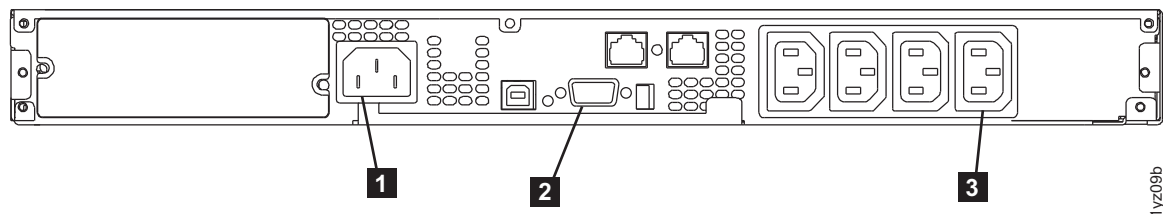

図 219. 2145 UPS-1U (背面図)
2. 2145 UPS-1U の背面で、SAN ボリューム・コントローラー の電源ケーブルをロード・セグメント・コンセント 2 (図 219 の **3**) から切り離す前に、電源ケーブル・リテーナーを取り外します。
3. 信号ケーブルを通信ポート (図 219 の **2**) から切り離します。
4. 主電源ケーブルを主給電部 (図 219 の **1**) から切り離します。